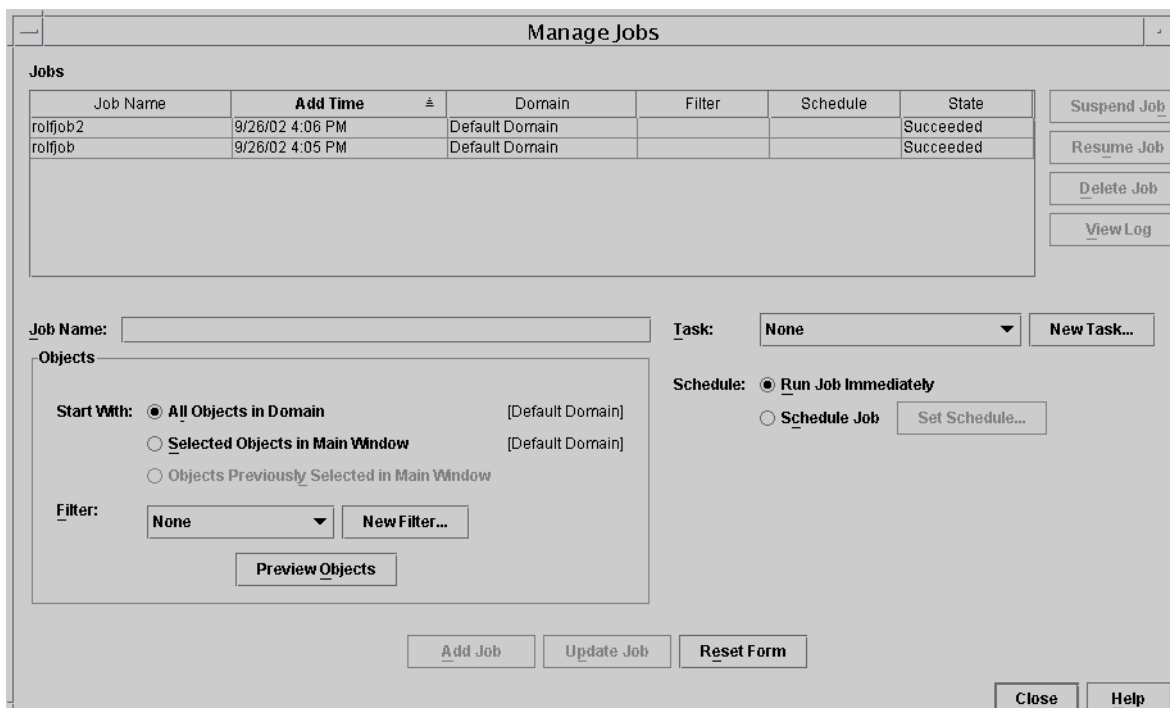

图 2-9 “Manage Jobs（管理作业）” 面板
系统将显示“Manage Jobs（管理作业）”面板（图 2-9），在这里您可以分发该映像文件。
5. 在“Manage Jobs（管理作业）”面板中（图 2-9），执行以下步骤：